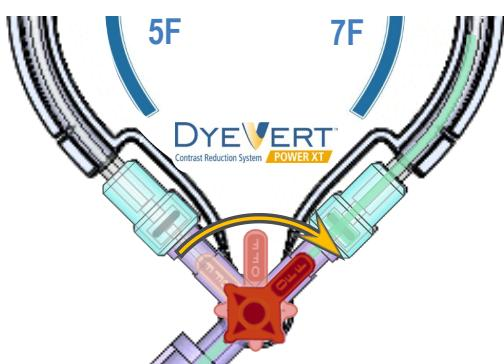

Abbildung 2 – Vorfüllung der Umleitungswege auf der gegenüberliegenden Seite
- 6) Schalten Sie den Ventilauswahl-Einweghahn in die andere Ventilposition. (siehe Abbildung 2)